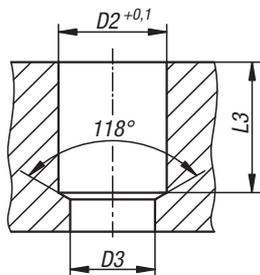

Abb.2
- Observar la perforación escalonada D2/D3 según la hoja de datos (fig. 2)
- Tolerancia de perforación $D2 = +0,1$ mm (fig. 2)